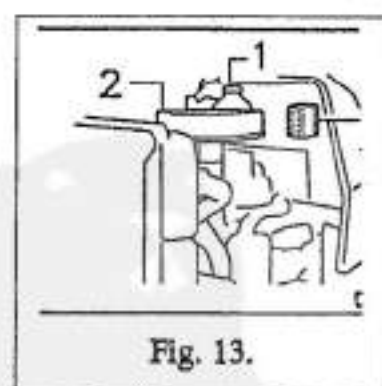

Fig. 13.
worden (nr. 2 fig. 13)
- a) De vijs (fig. 13) op de plaat van de vaste motorkapsteun wegnemen